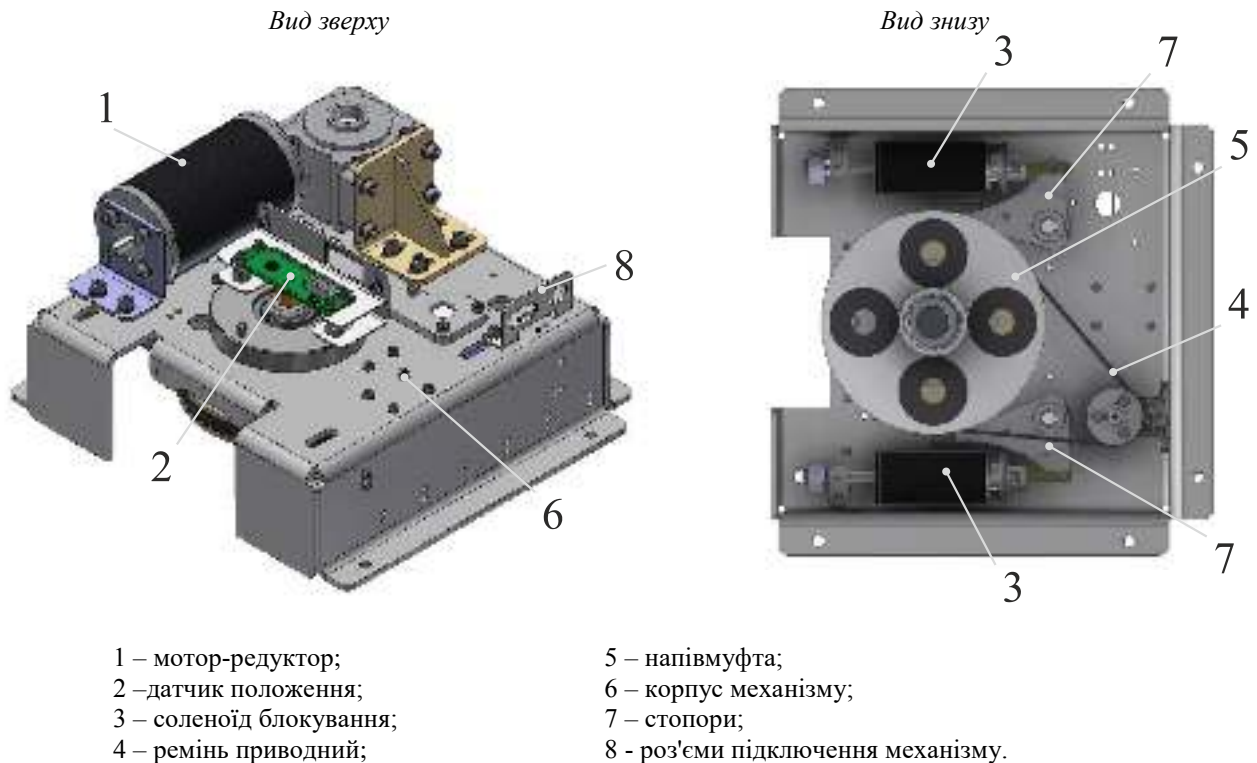

Рис. 5– Робочий механізм хвіртки турнікету
1.4.3 Конструкція механізму керування хврткою наведена на рис. 5. Сервопривід забезпечує поворот хвртки в одну або іншу сторону на кут 90° та автоматичний довід до вихідного положення після проходження через хвртку. Конструкція механізму керування хврткою складається з корпусу, на яких розміщуються основні елементи.